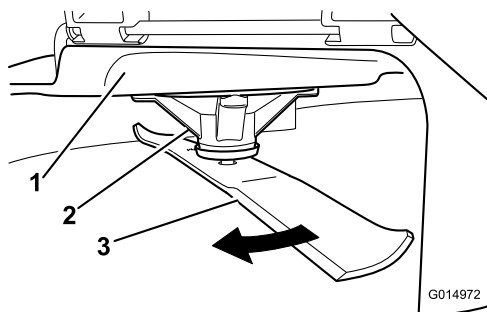

Figura 71
2. Usando luvas almofadadas ou outra proteção adequada para as mãos, rode lentamente lâmina para uma posição que lhe permita uma medição da distância entre a extremidade de corte e a superfície nivelada onde a máquina está (Figura 71).